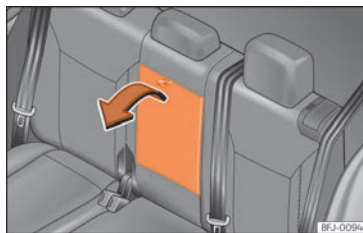

Abb. 100 Herausklappbare Mittelarmlehne hinten.
- Zum **Ausklappen** der Armlehne, Zugschlaufe in Pfeilrichtung ziehen >>> **[Abb. 100]**.